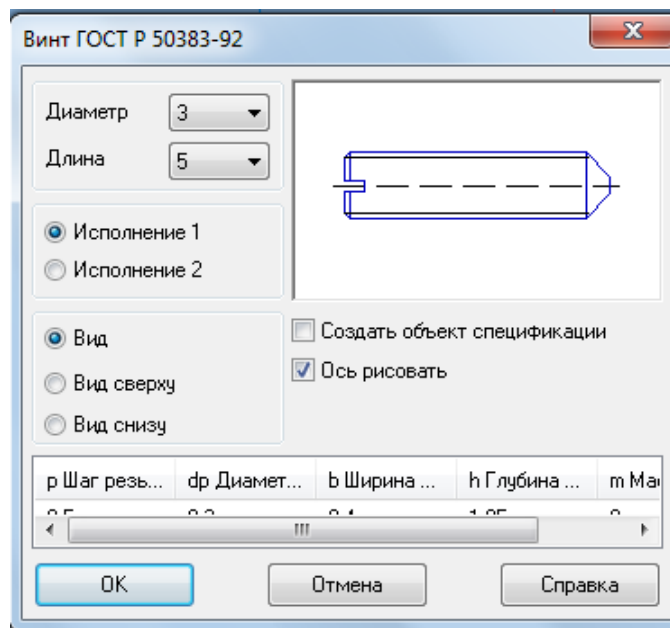

Рисунок 116.
2. Откройте «*Конструкторскую библиотеку*», раздел «*Винты*», подраздел «*Винты установочные*», выберите «*Винт ГОСТ 50383 - 92*». Задайте необходимые параметры: *Диаметр* – **3мм**, *Длина* – **5мм**, вставьте изображение (рисунок 116).